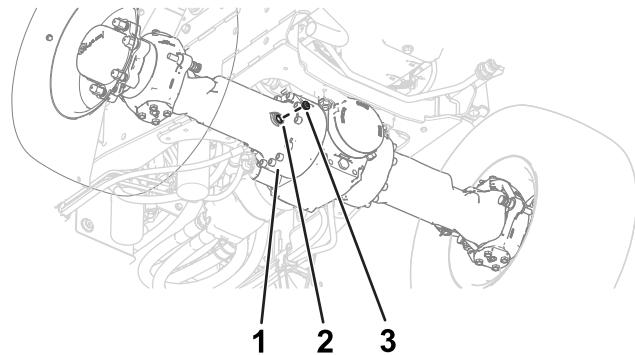
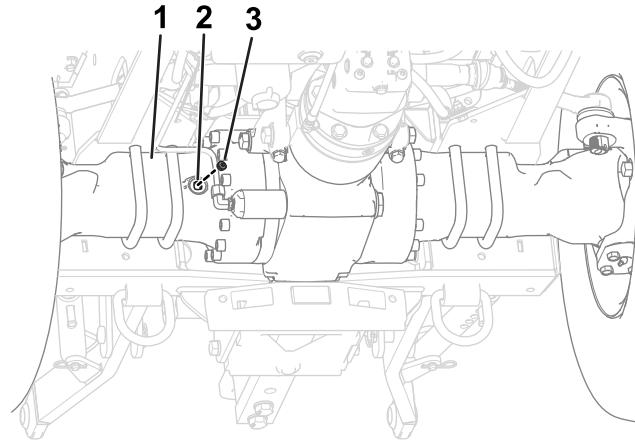

Figura 97
Figura 98
2. Retire los tapones de la mirilla del alojamiento del diferencial del eje (Figura 97 y Figura 98).
3. Mire a través de la mirilla, y compruebe que el nivel de aceite del eje llega a la parte inferior de la rosca del orificio (Figura 97 y Figura 98).
6. Instale el tapón en la mirilla situada en el alojamiento del diferencial del eje (Figura 97 y Figura 98).
Nota: La Figura 98 muestra la posición de la mirilla del eje trasero.